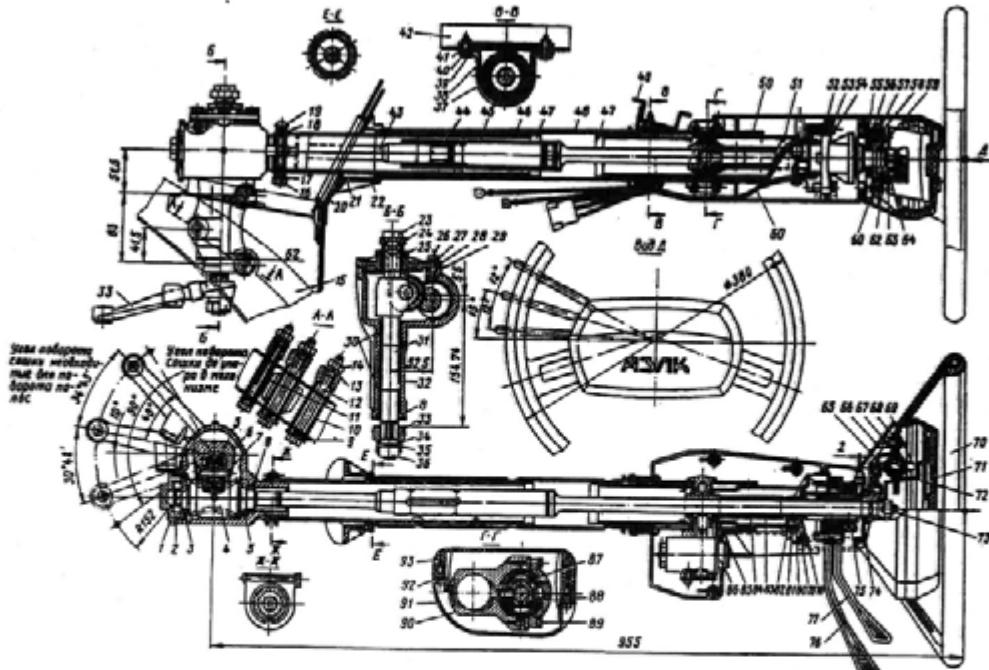
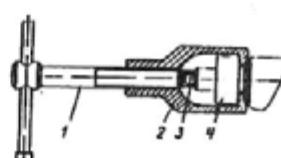

Рис. 209. Рулевое управление:
Рис. 210. Съемник рулевой сошки:
Картер 32 (рис. 209) рулевого механизма прикреплен к лонжерону 15 с помощью трех болтов 12. Рулевая колонка с помощью кронштейна 38 и прокладки 37 крепится двумя болтами 39 к опоре 42, приваренной к поперечине кузова.
3. Снимите рулевое колесо 52 (рис. 209) и кожухи 33, 38, вывернув предварительно винты 36 и 68.
6. Пользуясь съемником (рис. 210), снимите сошку 79 (рис. 209) рулевого механизма, предварительно отвернув гайку 82.
2. Отверните болты 25 (рис. 209) и, осторожно (во избежание повреждения картонной прокладки) приподнимая крышку, выньте вместе с крышкой вал 29 сошки рулевого механизма.
Это обеспечивается регулировкой бокового зазора в зацеплении червячной пары с помощью резьбовой втулки 23 (рис. 209). Не меняя положения резьбовой втулки, застопорите ее гайкой 24.